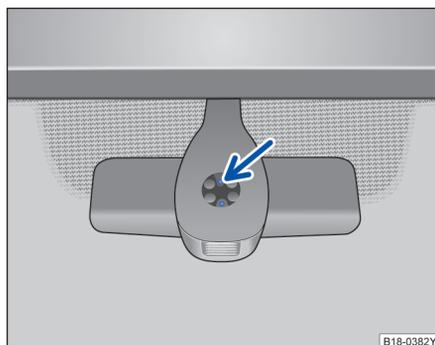

图 79 雨量传感器的传感表面。
雨量传感器的 *传感表面内* ⇒ 图 79 发生故障和误触的可能原因有：
- ⓘ 定期清洁雨量传感器的传感表面，然后检查刮水片是否损坏 ⇒ 图 79（箭头）。